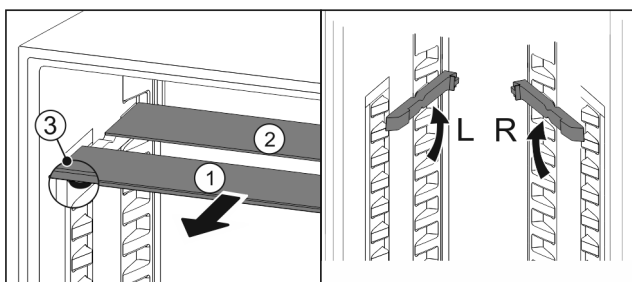

Fig. 112
- ▶ Skleněné desky jednotlivě vytáhněte dopředu Fig. 112 (1).
- ▷ Skleněná deska Fig. 112 (1) s ozdobnou lištou leží vpředu.
- ▷ Zarážky Fig. 112 (3) směřují dolů.